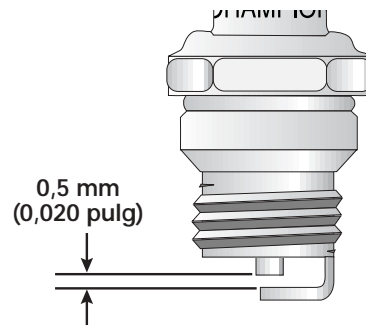

Fig. 28
3. Cambie las bujías que estén rajadas, sucias o deterioradas. Fije la separación de aire a **0,5 mm (0,020 pulgadas)** utilizando un calibrador (Fig. 28).